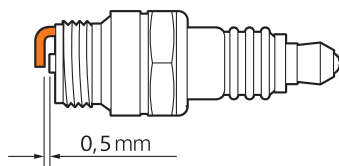

Рис. 18
- Измерьте зазор между электродами свечи при помощи плоского щупа. При необходимости откорректируйте его, осторожно подгибая боковой электрод. Зазор между электродами должен составлять 0.5 мм (Рис. 18).